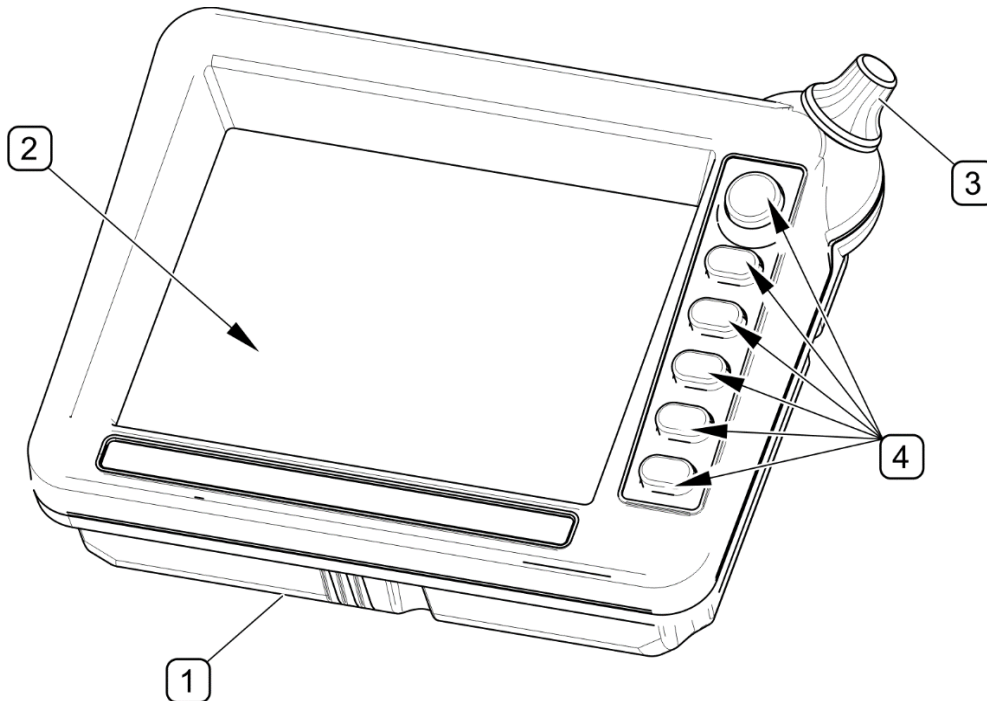

РИСУНОК 4.17Общее устройство пульта управления
(1) - корпус; (2) - жидкокристаллический дисплей (LCD); (3) - рукоятка изменения параметров; (4) - функциональные кнопки
Пульт управления (РИСУНОК 4.17) состоит из корпуса (1), цветного жидкокристаллического дисплея (2), рукоятки (3) для изменения параметров и шести функциональных кнопок (4).